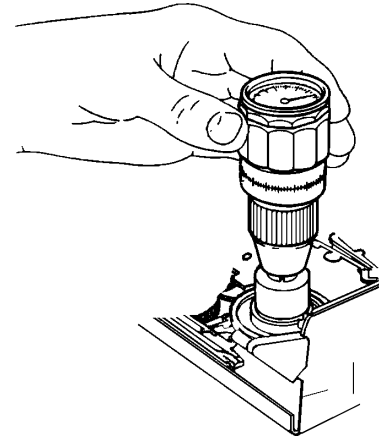

Fig. 21
- Drehmomentmesser auf den rechten Wickelteller aufsetzen (Fig. 21).
- So lange drehen, bis sich die Anzeige am Drehmomentmesser nicht mehr verändert (Fig. 21).
- Place the torque meter on the right reel (Fig. 21).
- Keep turning until the reading on the torque meter does not change any more (Fig. 21).
- Drehmomentmesser auf den rechten Wickelteller aufsetzen und entgegen dem Uhrzeigersinn so lange drehen, bis der Wickelteller leicht durchrutscht (Fig. 21).
- Place the torque meter on the right reel and turn the latter counter-clockwise until the reel just starts to slip (Fig. 21).